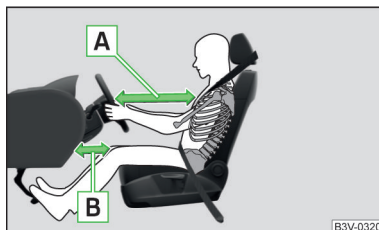

Fig. 22
- Es importante que el conductor y el acompañante mantengan una distancia mínima de 25 cm con respecto al volante o al tablero de instrumentos » **fig. 22 A**. Si no respeta esta distancia, el sistema de airbag no podrá protegerle. ¡Peligro de muerte! Los asientos delanteros y los reposacabezas siempre deben estar correctamente ajustados a la estatura del ocupante.
- Ajustar el asiento del conductor longitudinalmente de forma que la distancia de las piernas hasta el cuadro de interruptores en la zona del airbag para las rodillas sea al menos de 6 cm » **fig. 22 - B**. En caso de que no sea posible cumplir esta condición debido al tamaño del cuerpo, se debe acudir a un taller especializado.